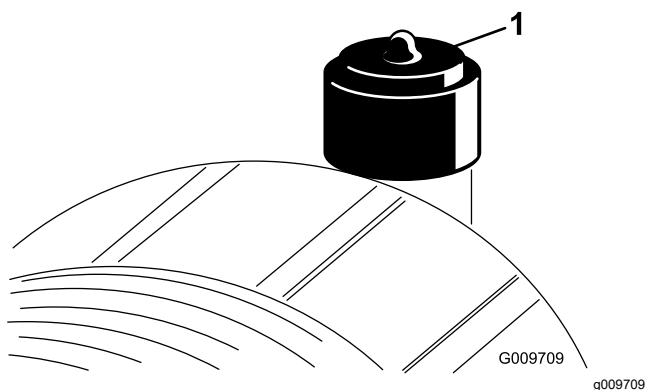

Figure 52
Faites l'entretien du filtre à air uniquement quand l'indicateur de colmatage (Figure 52) indique que cela est nécessaire. Changer le filtre à air prématurément ne fait qu'accroître le risque de contamination du moteur par des impuretés quand l'élément filtrant est déposé.
2. Réarmez l'indicateur de colmatage (Figure 52) s'il est rouge.